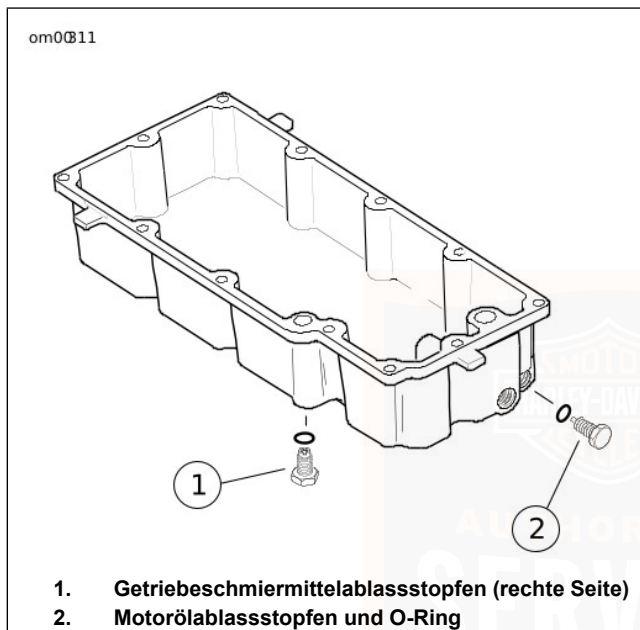

Abbildung 32. Ölwanne: Touring-Modelle
3. Siehe Abbildung 32. Den Ölablassstopfen an der linken Seite der Ölwanne ausfindig machen. Den Ölablassstopfen entfernen. Den Innensechskantstopfen nicht entfernen. Das Öl vollständig ablaufen lassen.
2. Siehe Abbildung 32. Den Getriebebeschmiermittelablassstopfen von der rechten Seite der Ölwanne abnehmen und das Schmiermittel in einen geeigneten Behälter ablassen.